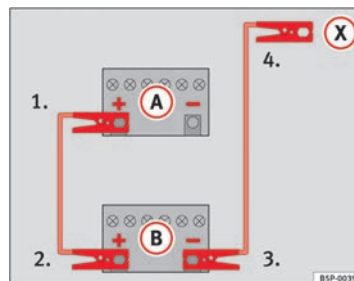

Fig. 136 Ayuda de arranque con la batería de otro vehículo: A – batería descargada, B – batería auxiliar
- Conecte el extremo ① ⇒ fig. 136 al polo positivo de la batería descargada (A).
- Conecte el otro extremo ② al polo positivo de la batería auxiliar (B).
- Conecte un extremo ③ ⇒ fig. 136 al polo negativo de la batería auxiliar (B).
- Sujete el otro extremo ④ a una pieza metálica maciza, firmemente unida al bloque motor, o bien al bloque motor mismo. ▶